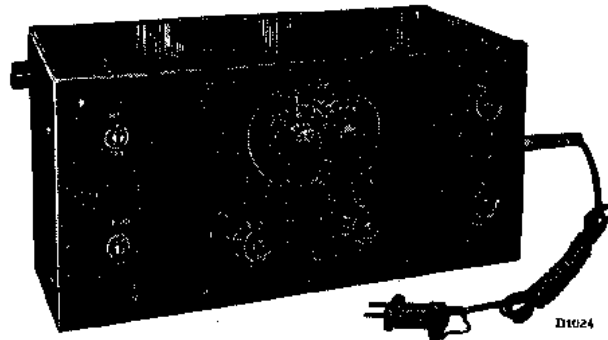

Abb. 4
1. Ein Serviceoszillator (G.M. 2880 Abb. 4), eine Kunstantenne für 200-3000 m ($200 \mu\text{H}$, $25 \mu\text{H}$ und 20 Ohm) und eine Kunstantenne für 14-200 m (400 Ohm).